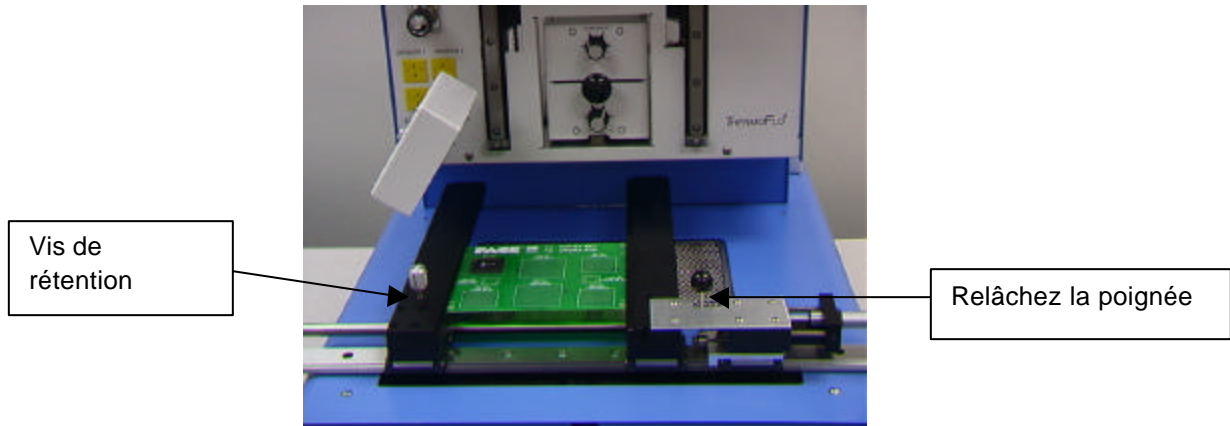

Figure 15
- v. Positionnez la carte de circuits imprimés entre les bras du TF 1500 et serrez la vis de retenue. (Figure 15)